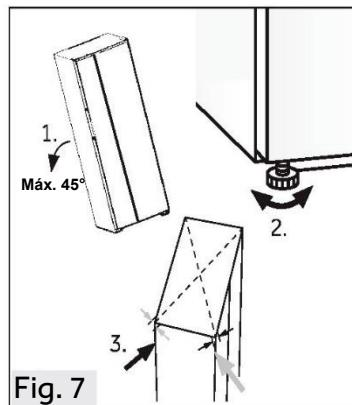

Fig. 7
1. Incline el electrodoméstico ligeramente hacia atrás (Fig. 7).